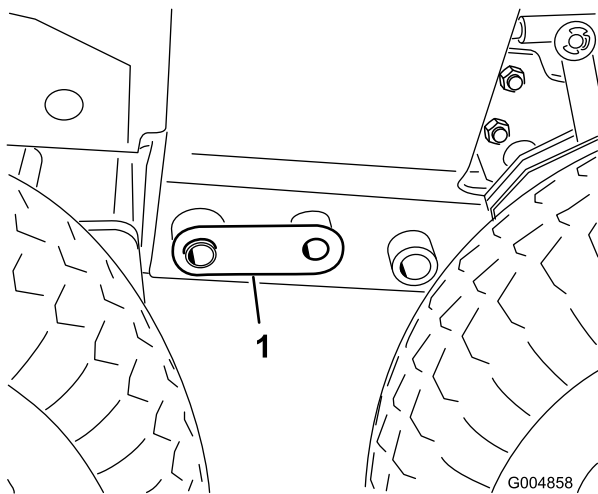

Figura 21
7. Ajuste el gato hasta que se alineen los taladros de 2.5 cm (1 pulgada) del bastidor e introduzca un pasador de acoplamiento en cada lado (Figura 21).